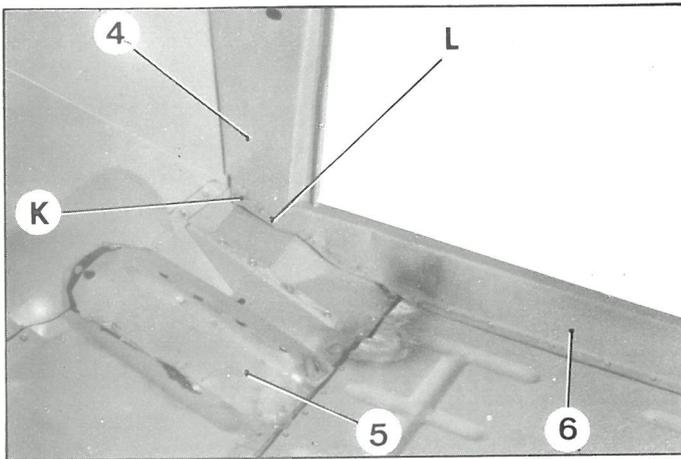

Fig. 6
- Dégraffer quelques points de fixation de la tôle (5), en soulever l'extrémité, et dégraffer
- en KL (fig. 6) (une tôle seulement)